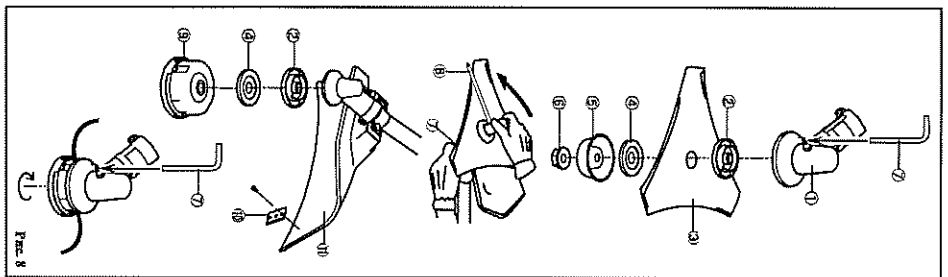

Рис. 8
5. Установка режущего оборудования (Рис. 8)